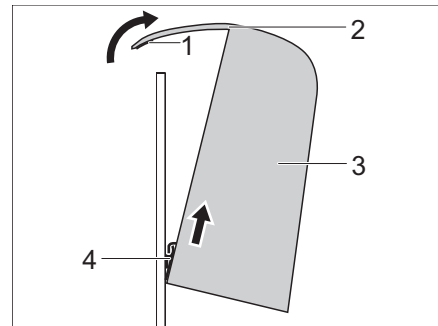

Bild 66 Rückenpolster abnehmen
- Rückenpolster (Bild 66,3) nach vorne kippen und Hakenband (Bild 66,4) aushängen.
- Rückenpolster (Bild 66,3) schräg halten und Hakenband (Bild 66,4) unten einhängen.
- Stoffüberschlag (Bild 66,2) nach hinten streichen und Klettverbindung (Bild 66,1) fest andrücken.